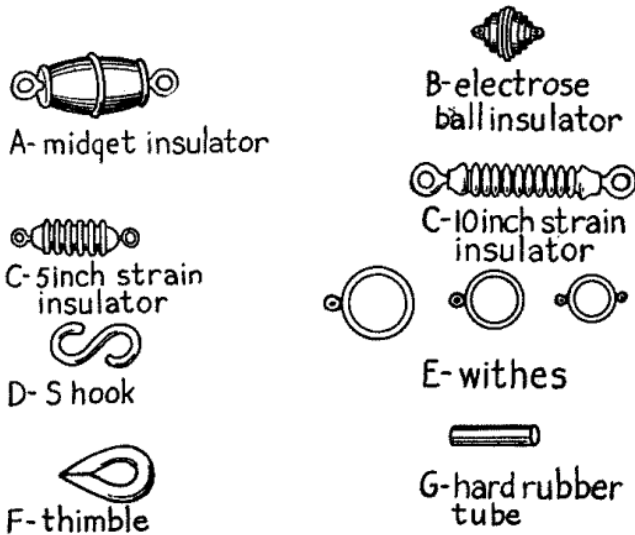

Fig. 8 (A) – Elementos para una buena antena
La mejor antena que podemos hacer.— Para hacer esta antena debemos disponer del siguiente material: (1) *hilo trenzado o cablecillo* suficiente para tres o cuatro longitudes de hilos paralelos, según el número que vaya a usar (2) seis u ocho *aisladores eléctricos redondos*, ver el dibujo B de la Fig. 8; (3) dos *aisladores con discos* de 5 o 10 pulgadas, ver el dibujo C; (4) seis u ocho *ganchos en S*, ver el dibujo D, un *gancho grande* con un ojo para el centro de los separadores, ver el dibujo E; (6) dos *ganchos pequeños* con un ojo para los extremos de los separadores, ver el dibujo E (8) dos *guardacabos*, ver el dibujo F, para cable de $\frac{1}{4}$ de pulgada; (9)